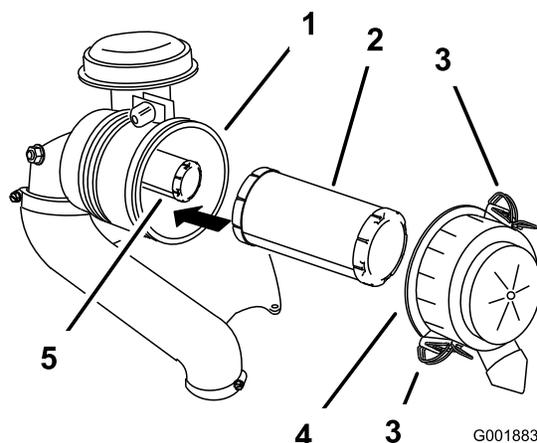

Figura 29
3. Liberte os trincos do filtro de ar e puxe a tampa para fora do corpo do filtro (Figura 29).
5. Deslize suavemente o filtro principal para fora do corpo do filtro (Figura 29).
2. Se substituir o filtro de segurança, empurre-o com cuidado para o corpo do filtro (Figura 29).
3. Deslize cuidadosamente o filtro principal sobre o filtro de segurança (Figura 29).
4. Instale a tampa do filtro de ar com o lado indicado como **up** virado para cima e aperte os trincos (Figura 29).